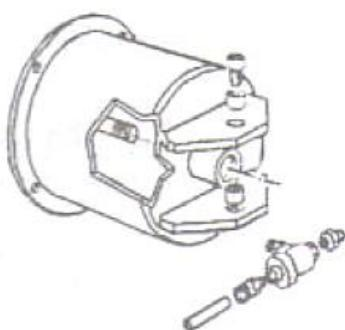

Рис. 12
- g. Для очистки или замены глушителя устройства отрыва борта см. рис. 12 и пункты 1 и 3.